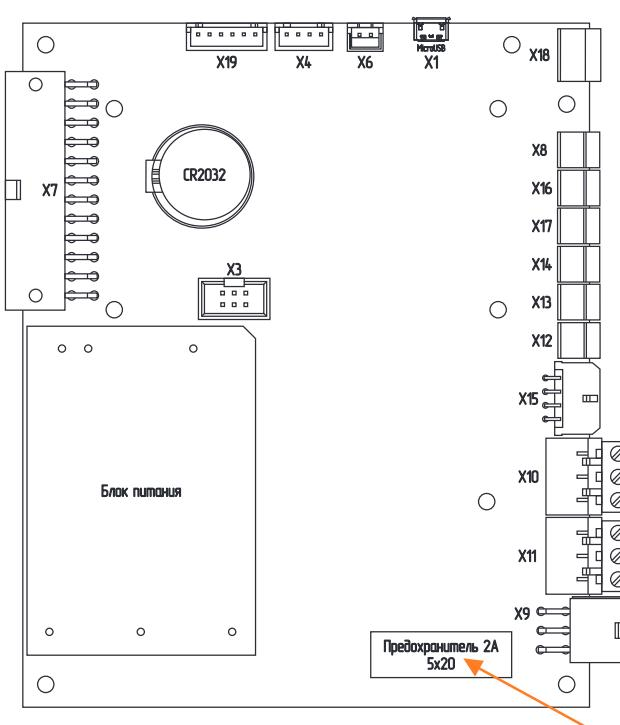

Рис.15 Плата контроллера
3. замените предохранитель **Рис.15** (запасной предохранитель в базовой комплектации котла).